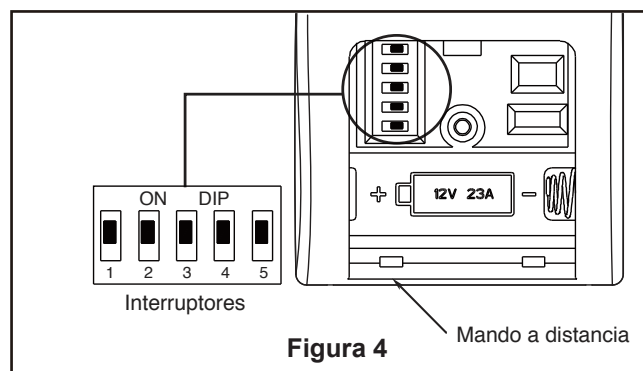

Figura 4
- ☐ 3. Una vez realizadas las conexiones, gire los conductores hacia arriba y, con cuidado, colóquelos dentro de la caja de salida; con los conductores blancos y verdes hacia un lado y los conductores negros hacia el otro. (Figura 4)
- ☐ 4. Fije firmemente el conector de 9 pasadores de la unidad del motor al enchufe del mazo de cables dentro de la ensamble de la placa de iluminación. (Figura 4)
- ☐ **4.** Para configurar el código del mando a distancia, Mueva los interruptores de código hasta colocar el código de selección en la posición arriba o abajo. Con un destornillador pequeño o con una lapicera (no se incluye) deslice firmemente hacia arriba o hacia abajo. (Figura 4)